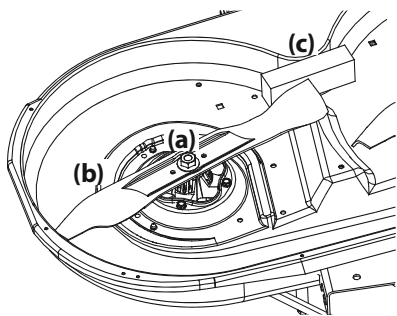

Figure 57
2. À l'aide d'une clé de 15/16", retenez l'écrou sur le haut de la fusée, puis desserrez l'écrou hexagonal (a) qui fixe la lame (b) à la fusée. Pour desserrer plus facilement l'écrou hexagonal (a) qui fixe la lame, placez un petit bloc de bois (c) entre le plateau de coupe et le tranchant de la lame (b). Voir Figure 57.